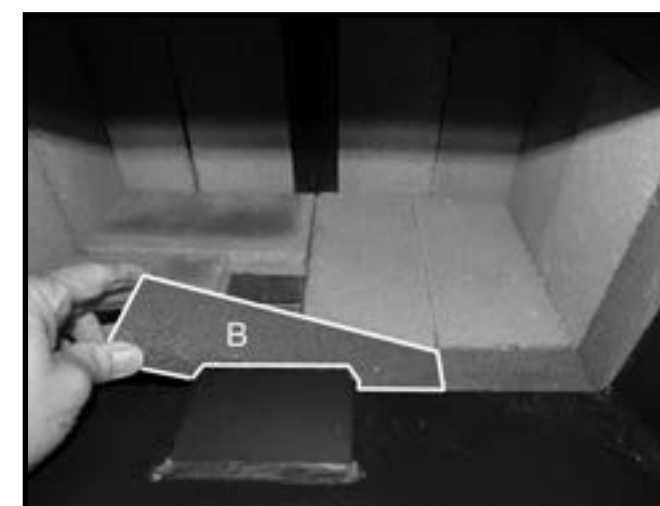
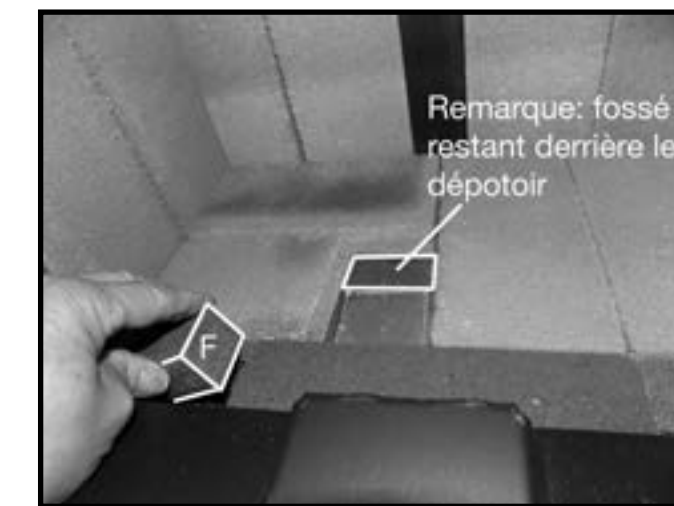

Figure 20: Longue brique centrale au premier rang.
Figure 21: Dernière petite brique étroite au premier rang.
11. Placez une petite brique "F" étroite contre le côté avant droit du sol (Figure 19), puis une brique "B" plus longue au centre de la rangée avant (Figure 20). Terminer avec la dernière brique "F" placée contre la rangée avant du côté gauche (Figure 21). Remarque: il restera un espace derrière le dépôt de cendres. Remarque: il restera une brique pleine grandeur en réserve.